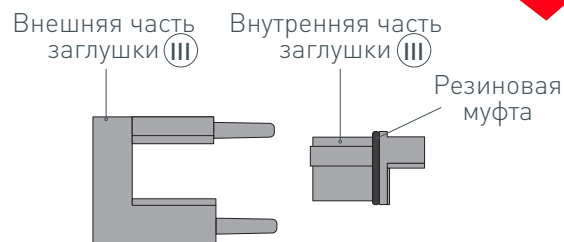
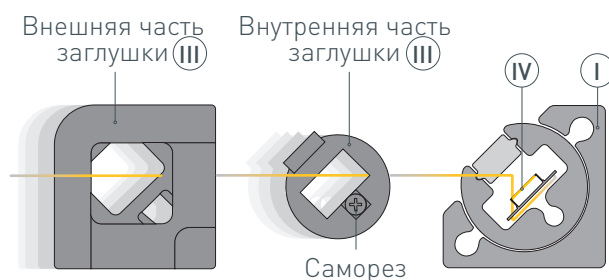

Рис. 3. Компоненты заглушки (III), вид сверху
Рис. 5. Установка внешней части заглушки (III) на профиль (I), вид сверху
- 4 /** Между двумя компонентами заглушки (III) установите резиновую муфту из комплекта, как показано на рис. 3. Выведите наружу кабель питания светодиодной ленты (IV). Пропустите кабель питания через отверстие во внутренней части заглушки (III) и установите ее на профиль (I), как показано на рис. 4, зафиксировав саморезом из комплекта. Установите внешнюю часть заглушки (III) на профиль (I), как показано на рис. 5.